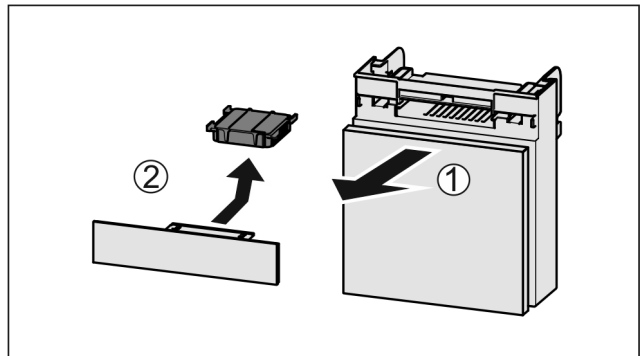

Fig. 148
- ▶ Fach nach vorne herausziehen Fig. 148 (1).
- ▶ Aktivkohlefilter entnehmen Fig. 148 (2).